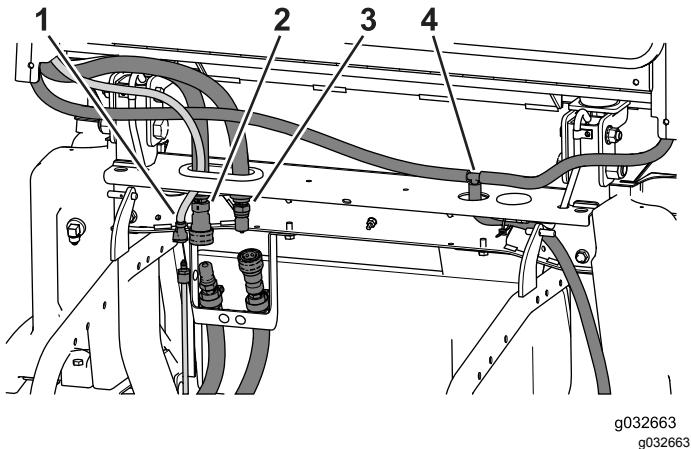

Рисунок 109
- Отсоедините трубку стеклоомывателя, шланг подачи обогревателя и возвратный шланг обогревателя (Рисунок 109).
- Снимите все кабельные стяжки, которые крепят сливную трубку к машине (Рисунок 109).